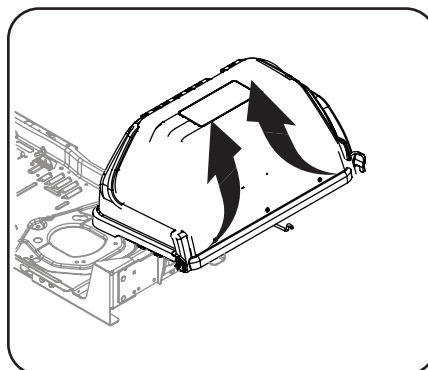

Figura 4-10
6. Abra la cubierta de la embolsadora presionando en las lengüetas y levantando la cubierta superior del colector de césped. Consulte la Figura 4-10.